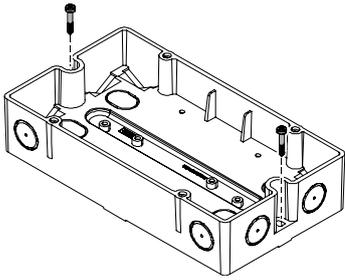

图 4
3. 用两颗螺钉(M4)将保护盒固定在平整表面 (图 4)。安装孔距离：182.0 ± 1.0 mm。